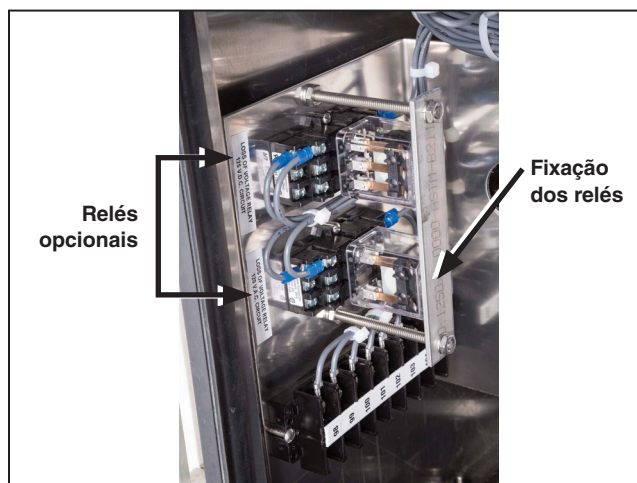

Figura 28. Relés em estilo ice cube (bloco de gelo) e estrutura de fixação dos relés.
- Que todos os relés opcionais em estilo “ice cube” (cubo de gelo, usado nas opções de catálogo “-P” e “-T2”) estão perfeitamente encaixados. Ver Figura 28.